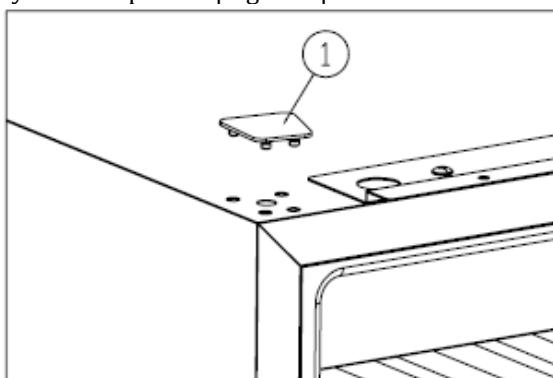

figura 3
- Retire la tapa del sello ①. [Figura 3]